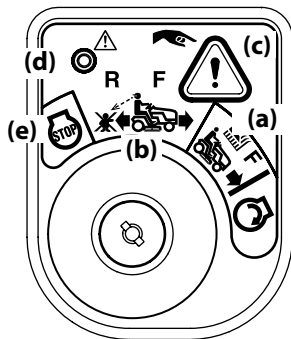

Figura 3-1
2. Gire a chave da posição NORMAL CORTANDO  (a) para a posição MODO ATENÇÃO MARCHA A RÉ  (b) do módulo de ignição. Consulte Figura 3-1.
3. Pressione o BOTÃO DE RÉ  (c) na parte superior, no canto direito do módulo de ignição. A luz indicadora vermelha (d) no canto superior esquerdo do contato de ignição vai estar ACESA quando ativada. Consulte Figura 3-1.